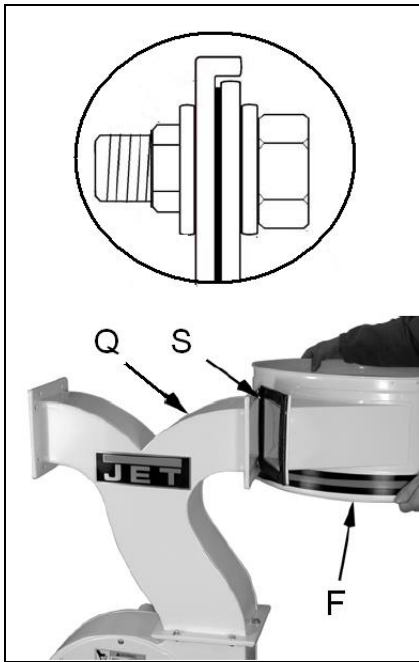

Fig 5
Placer un joint supérieur (S, Fig 5) et monter le support du sac (F) avec des vis hexagonales, des rondelles et des écrous.